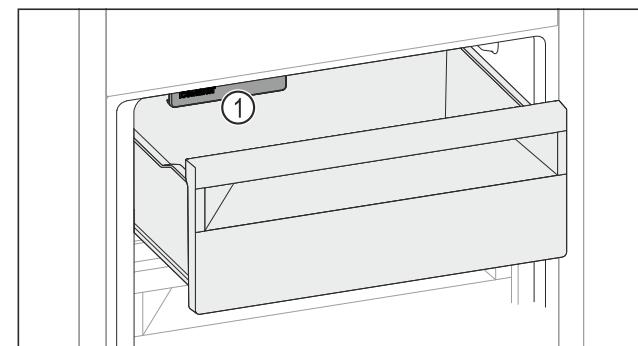

Fig. 101
- Учитывайте IceMaker Fig. 101 (1).